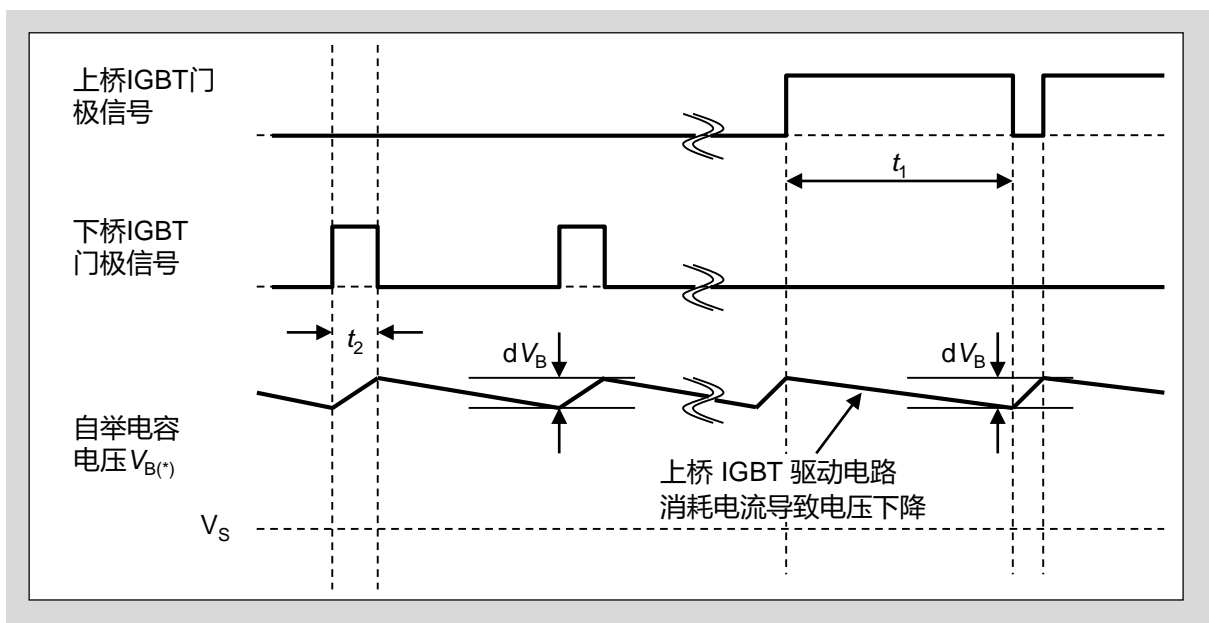

图3-10 充放电动作的时序图
- * dV_b : 允许放电电压 (参考图3-10)
- 在上桥 IGBT 动作, 下桥 FWD 导通的充电模式(时序(图3-10))中, 上桥的最小关断脉宽设定为能够将上桥导通期间消耗的电流再次充满的时间常数。